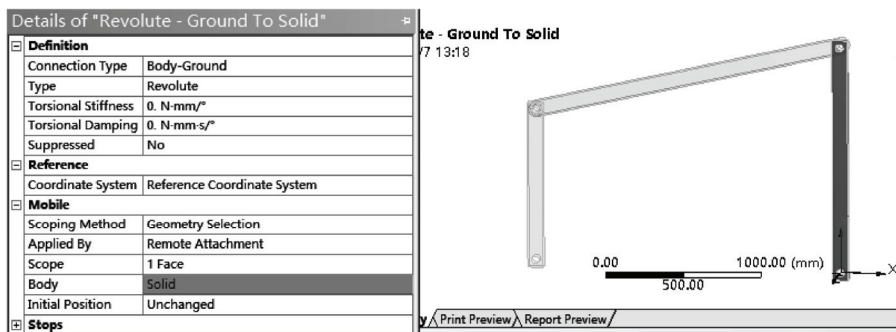

图 16-15 右臂对地旋转设置结果
4) 按照上面的方法, 继续添加 Revolute 对象。设置 Revolute 对象的细节窗口如图 16-15 所示, 然后单击选择右边实体底部的孔, 并在细节窗口中的 Scope 中单击 Apply 按钮。